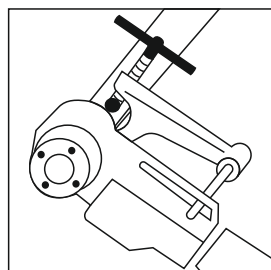

Рис. 3
5.3 Поместить резбонарезную головку на одну сторону трубы, рис. 3, чтобы убедиться, что электрический клупп находится в правильной позиции на направляющей штанге струбцины. Убедитесь, что при нарезании резьбы резбонарезная головка вращается по часовой стрелке (стрелки направления вращения обозначены на клуппе), для этого надо кратковременно включить